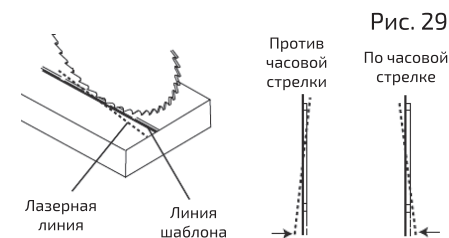

Рис. 29
Если лазерная линия отклоняется слева направо, рукоятку горизонтальной лазерной регулировки (2) поворачивать по часовой стрелке до тех пор, пока лазерная линия не станет параллельна горизонтальной шаблонной линии (рис. 29).